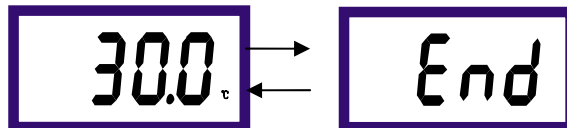

图 7-6
4. 按下 键, 仪表应稳定显示定位点 100.0%, 说明仪表斜率校准已完。成若没有稳定, 仍在跳闪, 则说明仪表校准没有成功, 具体原因请参阅本说明书第 20 页。按 键, 仪表转至测量状态, 显示如图 7-6 所示。